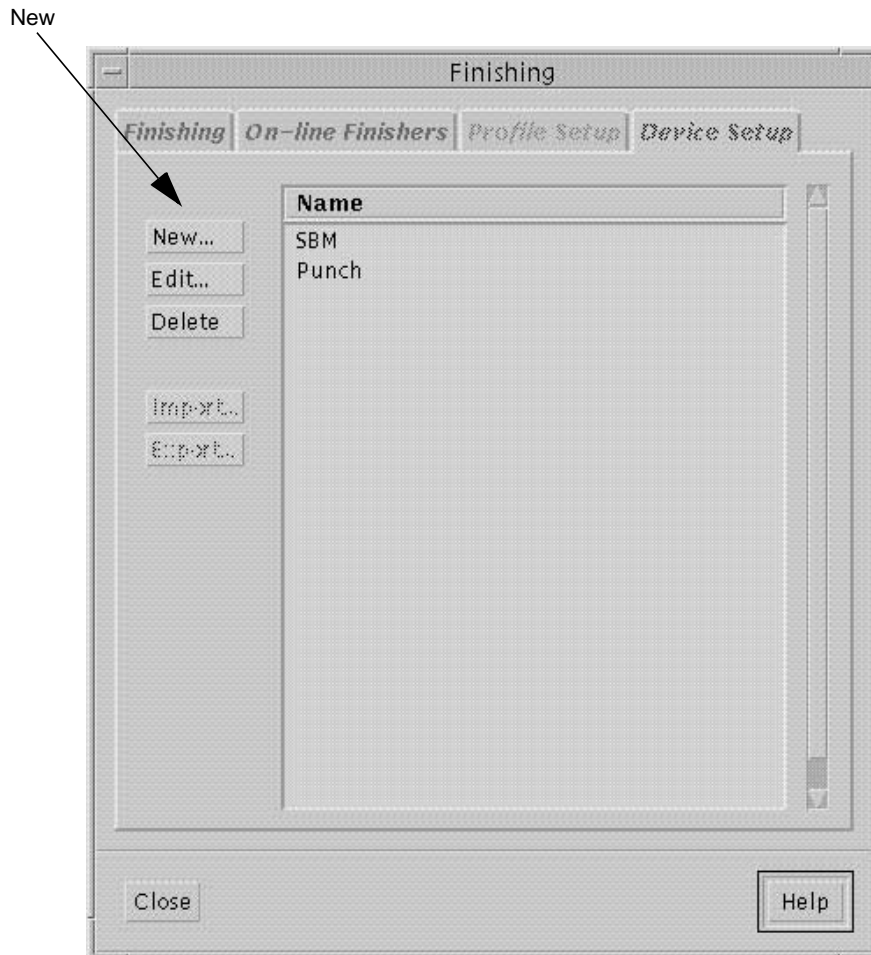

Figura 1-7: La schermata della scheda Device Setup
Apparirà la schermata Device Setup, come illustrato nella Figura 1-7.
- 4 Fare clic sul pulsante **NEW** (Nuovo), come illustrato nella Figura 1-7.